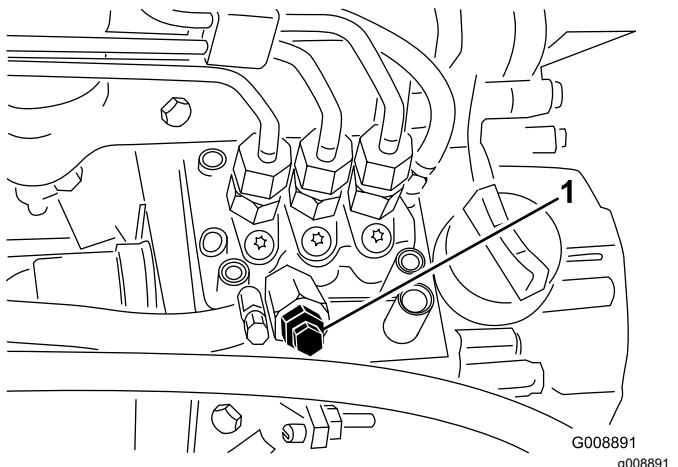

Figura 39
- Desaperte o parafuso de purga que se encontra na bomba de injeção de combustível (Figura 39).